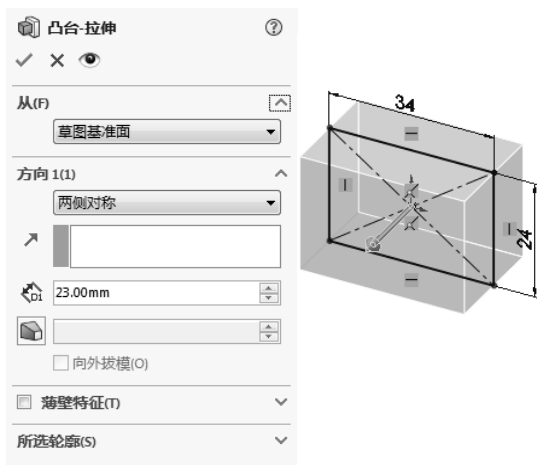
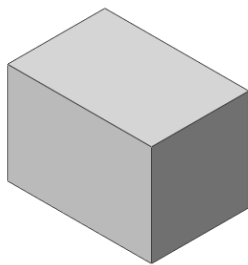

图 7-49 设置拉伸参数
图 7-50 创建长方形基体
4) 拉伸实体。单击“特征”控制面板中的 (拉伸凸台/基体)按钮,或选择菜单栏中的“插入”→“凸台/基体”→“拉伸”命令,在弹出的“凸台-拉伸”属性管理器中设置拉伸终止条件为“两侧对称”,在 (深度)文本框中输入“23”,其他选项保持系统默认设置,如图 7-49 所示;单击 (确定)按钮,完成长方形基体的创建,如图 7-50 所示。